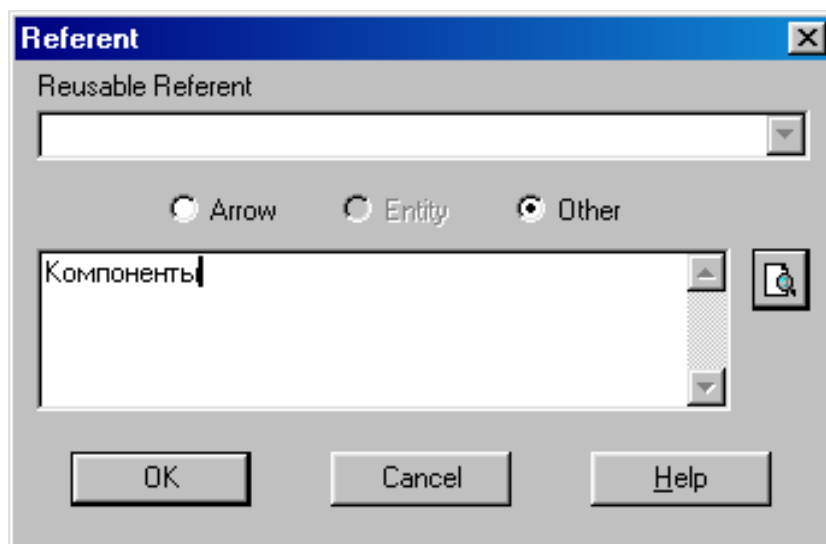

Рисунок 1.54 – Создание объекта ссылки
5. С помощью кнопки  палитры инструментов создайте объект ссылки. Внесите имя объекта внешней ссылки «**Компоненты**» (рисунок 1.54).